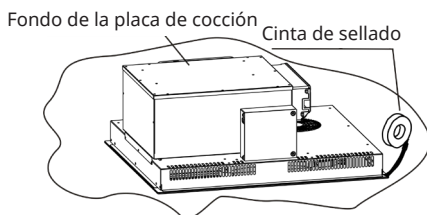

Imagen 2
3. Aplique la tira de sellado al borde inferior de la placa, dejando un espacio de unos 3 mm entre la tira y el borde del cristal. Aplique el producto de sellado en toda la circunferencia. Corte el exceso y una los dos extremos de la tira (véase la imagen 2).